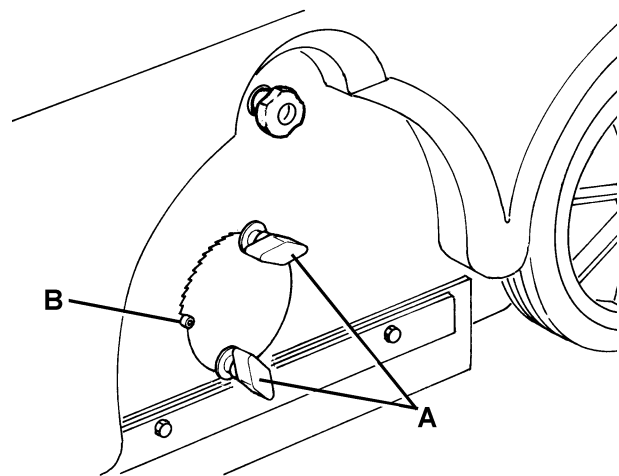
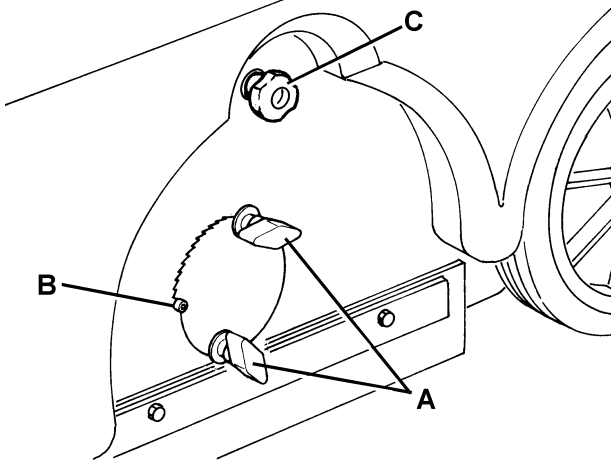

Figure 3
Figure 4
- Au cas où la trace (A, Fig. 4) résulterait différente, procéder au réglage de la hauteur du balai, en procédant comme indiqué à partir du point 2.
2. Veiller à ce que la machine ne puisse pas bouger de façon autonome ; actionner le frein à pédale (26), si équipé.
3. Tourner la clé de contact (61) sur "0".
4. Desserrer les poignées (A, Fig. 3) sur les deux côtés de la machine.
5. Au moyen des poignées (A, Fig. 3) sur les deux côtés de la machine, déplacer l'index de variation de la hauteur (B) du balai central selon le besoin, puis serrer les poignées (A).
L'index (B, Fig. 3) devrait être placé dans la même position sur les deux côtés de la machine ; une différence de position de deux repères au maximum est admise, afin d'obtenir la trace (A, Fig. 2) de 2 - 4 cm définie au point 1.
1. Amener la machine sur un sol plat et activer le frein à pédale (26), si équipé.
2. Tourner la clé de contact (61) sur "0".
3. Desserrer les poignées (A, Fig. 4) sur les deux côtés de la machine.
4. Déplacer les index de variation de la hauteur (B, Fig. 4) du balai central jusqu'à porter le balai à la distance maximum du sol. Serrer les poignées (A, Fig. 4).
5. Ouvrir le coffre (7).
6. Desserrer la poignée (C, Fig. 4) sur le côté gauche de la machine.
13. Serrer la poignée (C, Fig. 4).